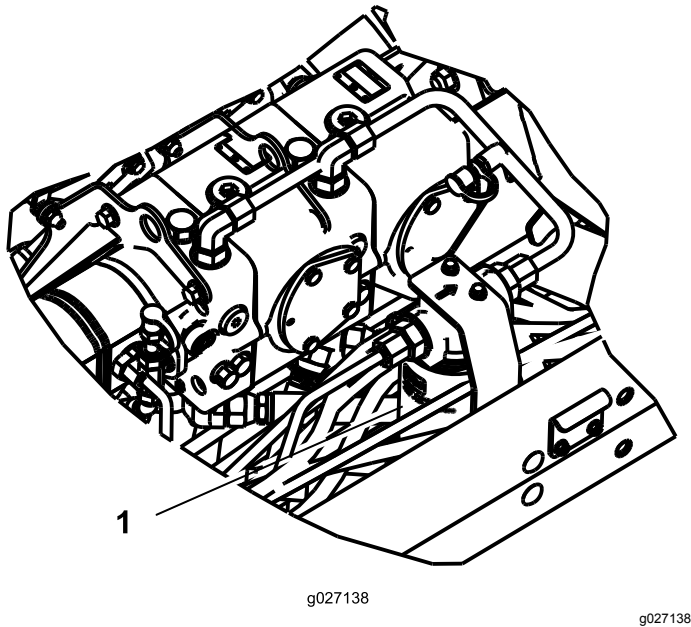

Figura 73
2. Limpie la zona alrededor de la zona de montaje del filtro y coloque un recipiente debajo del filtro (Figura 73).